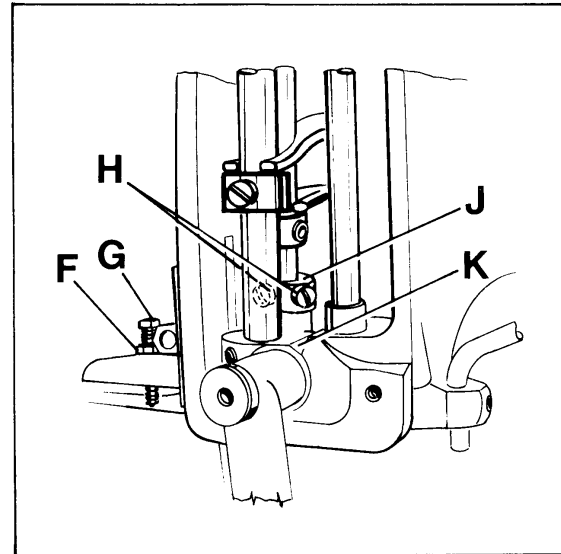
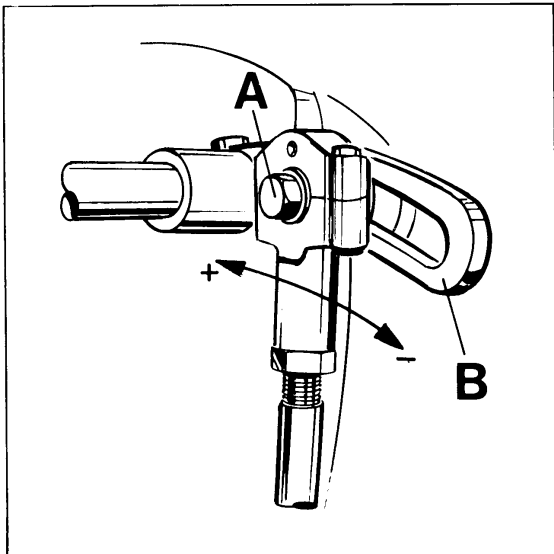

Fig. 20
Fig. 21
For setting the small gap between the feed dogs loosen nut (F, Fig. 20). Turning in screw (G) increases the gap, turning it out decreases the gap. Retighten nut (F). For matching the upper feed dog travel with the lower feed dog travel loosen screw (A, Fig. 21). Moving the ball link in the slot of rocker lever (B) to the front decreases the upper feed dog travel, moving it to the rear increases the travel. Retighten screw (A).
Zum Einstellen des Luftspalts zwischen den Transporteur lösen Sie die Mutter (F, Fig. 20), Eindrehen der Schraube (G) vergrößert den Luftspalt, Herausdrehen verkleinert ihn. Ziehen Sie die Mutter (F) wieder an.
Zum Angleichen des Obertransportwegs an den Weg des unteren Transporteurs lösen Sie die Schraube (A, Fig. 21). Verschieben des Kugelgelenks im Kulissenhebel (B) nach vorne verkleinert den Obertransportweg, verschieben nach hinten vergrößert ihn. Ziehen Sie die Schraube (A) wieder an.